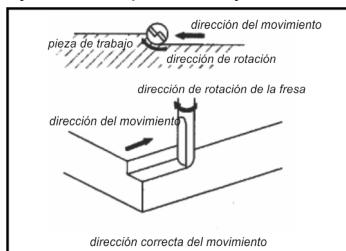

Fig. 2 – Fresando cantos y bordes
- c. Mueva la ruteadora en el sentido indicado en la fig. 2, manteniendo la ruteadora nivelada y con avance suave y constante para un mejor acabamiento